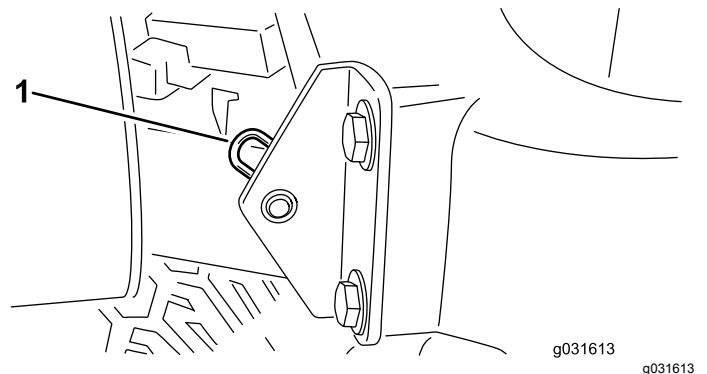

Bild 76
2. Entfernen Sie den Splint, mit dem das Gelenk der Motorhaube an den Befestigungshalterungen befestigt ist (**Bild 76**).